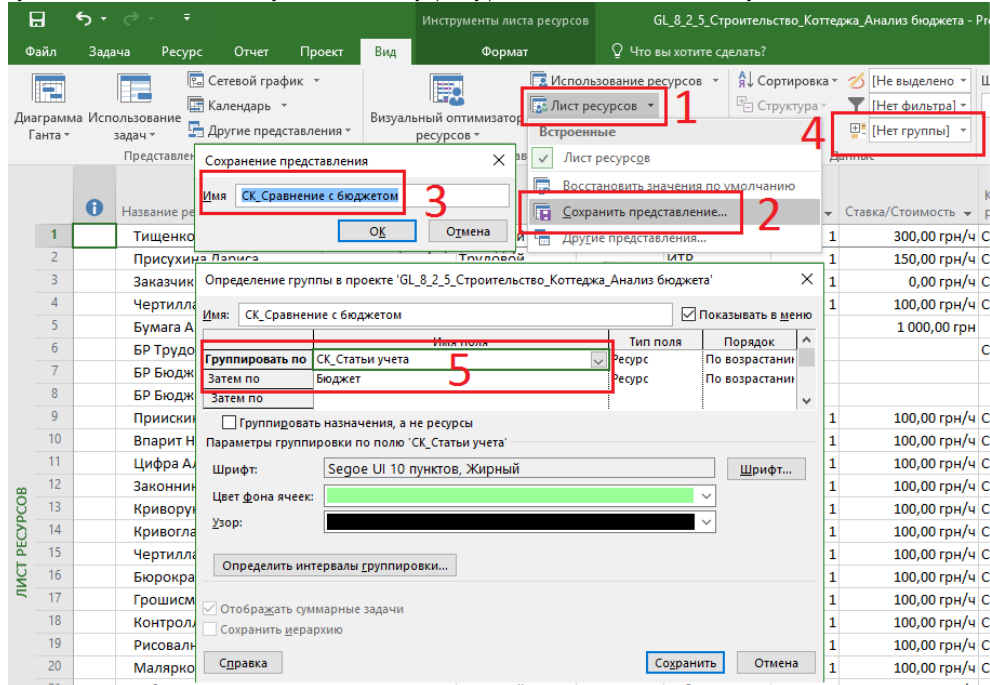

Рисунок 8.54 – Создание группировки для сравнения бюджета
4. На закладке «Вид», в области «Данные» создадим новую группировку «СК_Сравнение с бюджетом» по двум полям «СК_Статьи учета» и типу ресурса «Бюджет» (см. Рисунок 8.54).